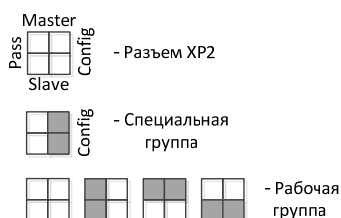

Рисунок 1. Выбор группы режимов работы «С2000-Ethernet».
Для обновления версии прибора «С2000-Ethernet» по RS-232 необходимо его подключить к COM-порту компьютера и перевести прибор в режим конфигурирования (положение джампера – «Config»). Положение джампера на разъеме XP2 (рисунок 1) определяет группу режимов работы прибора: рабочую и специальную. Закрашенные квадраты соответствуют установленному состоянию джампера.
- 2) Перевести прибор в режим конфигурирования (положение джампера – «Config», см. рисунок 1);
- 3) Установить джампер на плате C2000-Ethernet в положение «Config» (см. рисунок 1);
- 6) Установить джампер на плате C2000-Ethernet в положение «Pass» (см. рисунок 1);